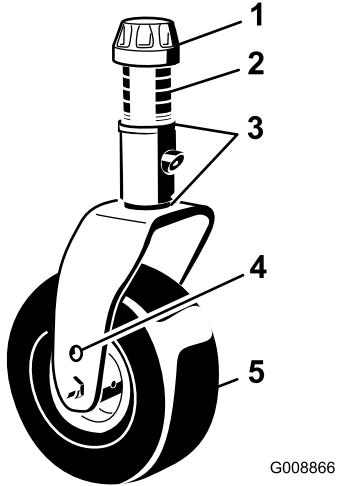

Figura 14
- Ajuste los suplementos de 1/8 pulgada de la(s) horquilla(s) de las ruedas giratorias delanteras para que la altura de corte se corresponda con la marca de la pegatina (Figura 14); consulte Ajuste de la inclinación de la unidad de corte.